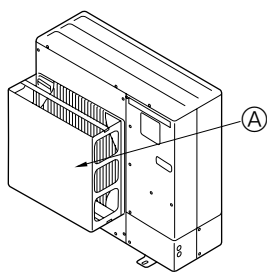

Fig. 2-4
- ② Installer en ekstra luftføring hvis enheten installeres på et sted der sterke vinder, slik som en tyfon osv. kan blåse direkte inn i luftutslippet. (Fig. 2-4)